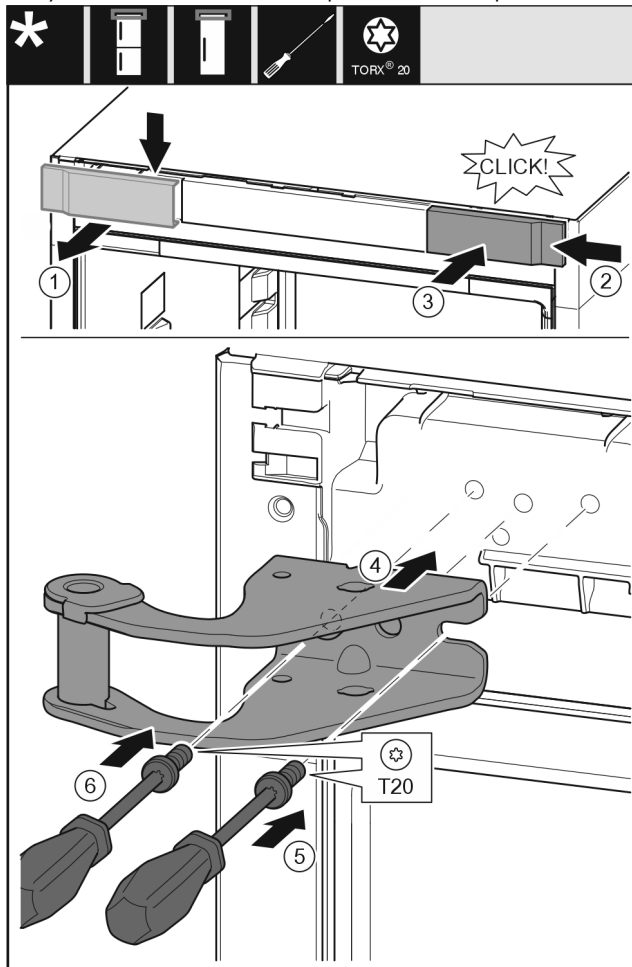

Fig. 31
- ▶ Ta av skyddet genom att dra det uppåt och framåt. Fig. 31 (1)
- ▶ Vrid skyddet 180° och haka i det på andra sidan från höger. Fig. 31 (2)
- ▶ Tryck fast skyddet. Fig. 31 (3)
- ▶ Sätt på den övre lagerbocken. Fig. 31 (4)
- ▶ Sätt i och dra åt skruven med skruvmejsel T20. Fig. 31 (5)
- ▶ Sätt i och dra åt skruven med skruvmejsel T20. Fig. 31 (6)